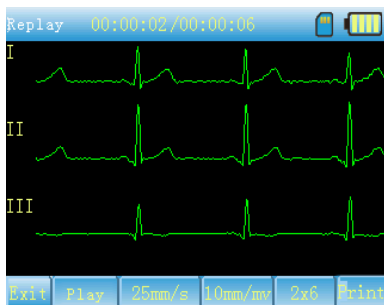

Fig. 13-8-4
**Stop** : Cliquer sur ce bouton pour revoir le segment de façon statique comme à la Fig.13-8-4.